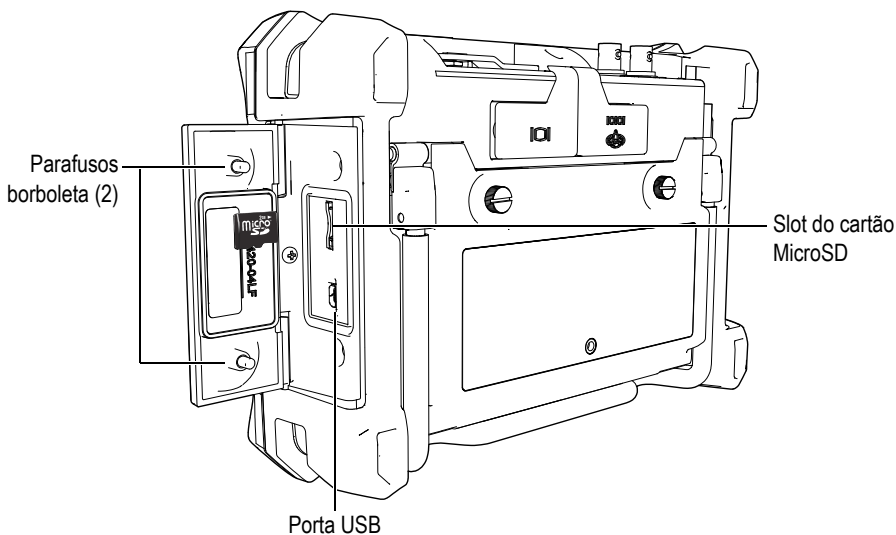

Figura 1-12 Porta lateral
2. Solte os dois parafusos e, em seguida, abra a porta lateral do EPOCH 600 (veja Figura 1-12 na página 29).
4. Deslize cuidadosamente o cartão no slot MicroSD até ouvir um clique (veja Figura 1-12 na página 29).